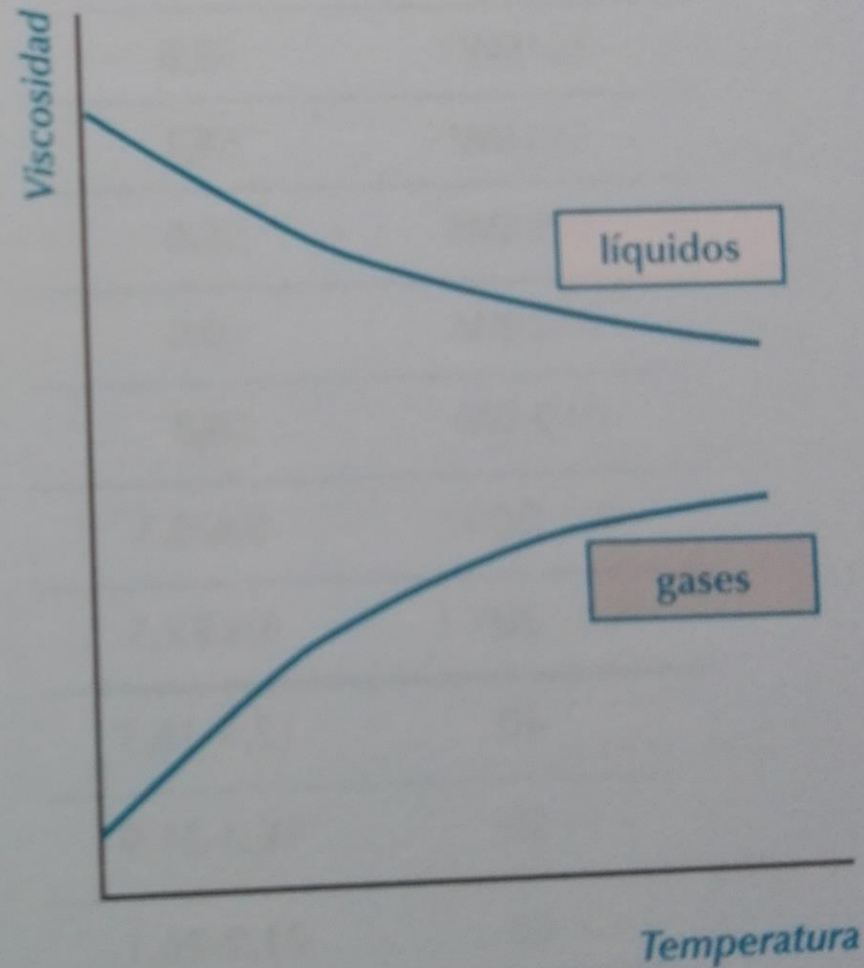

Figura 1.14
- ✓ La viscosidad de los gases es mayor a medida que aumenta la temperatura (figura 1.14).